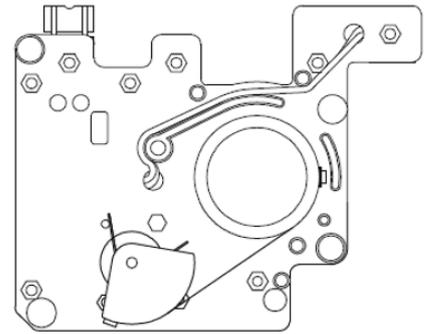

图3. 承载板组件的底部视图，显示中程位置时的轴和电位器，准备安装到处于中程位置的执行器上。
3.1.5 观察定位器轴可移动的范围，受电位器象限轮的正确运行限制，其由不锈钢带驱动（参见图3）。将载板/轴组件重新安装到定位器箱中，使轴处于接近中间位置，“感觉”定位器轴上的母方孔与执行器公方口对准，同时保持其接近中间位置。重要的是，两个轴相对于彼此的方向正确，因为如果它们相差90度，象限轮可能会被迫推得太远，并在后续执行器移动中损坏驱动机构。可能可以将定位器正确安装到执行器行程的一端，但经验表明在这种情况下极易混淆执行器的移动方向 - 因此强烈建议在执行器方块处于中间行程位置时安装定位器，这样就不会产生任何歧义。